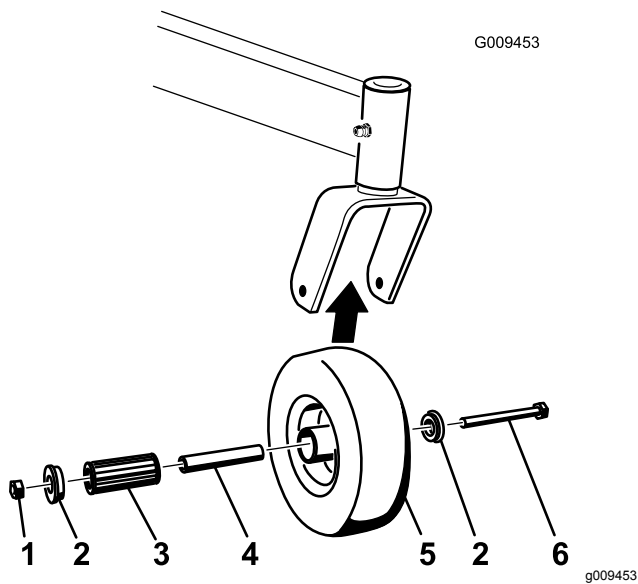

Figure 56
1. Enlevez le contre-écrou et le boulon de fixation de la roue pivotante à la chape (Figure 56).
- Enlevez une bague, puis sortez la douille pour clé et le roulement à rouleaux du moyeu de roue (Figure 56).
- Enlevez l'autre bague du moyeu, puis nettoyez la graisse et les saletés éventuellement présentes dans le moyeu (Figure 56).
**Remarque:** Remplacez les pièces endommagées ou usées (Figure 56).
- Placez une bague dans le moyeu de roue (Figure 56).
- Lubrifiez le roulement à rouleaux et la douille pour clé, et insérez-les dans le moyeu (Figure 56).
- Mettez la deuxième bague dans le moyeu (Figure 56).
- Montez la roue pivotante dans la chape à l'aide du boulon et du contre-écrou (Figure 56).
- Serrez le contre-écrou jusqu'à ce que la base de la douille pour clé soit en appui contre l'intérieur de la chape (Figure 56).